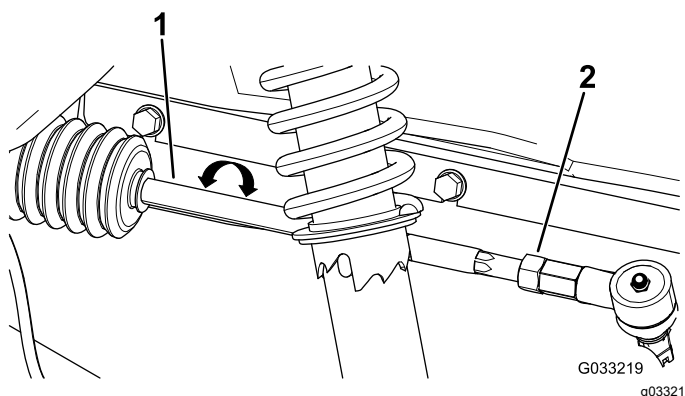

Figura 51
2. Se la misura non rientra nel campo specificato di 0–6 mm, allentate i controdadi all'estremità esterna dei tiranti (Figura 51).